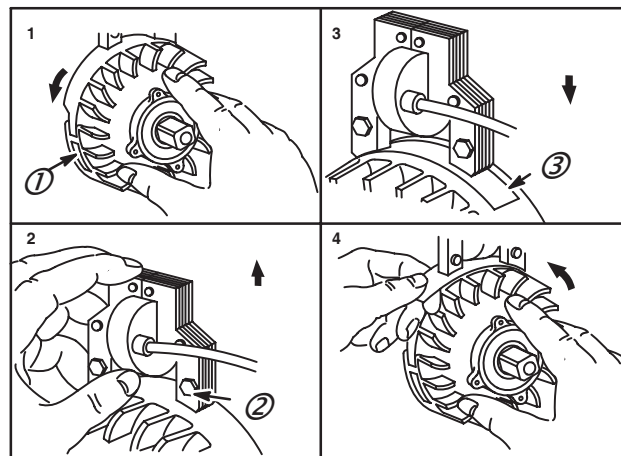

Fig. 20
2. La bobine d'allumage étant écartée le plus possible du volant et une vis (2) serrée, tourner le volant de telle sorte que les aimants (1) ne soient pas en face des branches de la bobine.
3. Placer une cale (3) de l'épaisseur recommandée entre le flanc du volant et l'armature de la bobine.
7. Tourner le volant pour libérer la cale (4), Fig. 20.